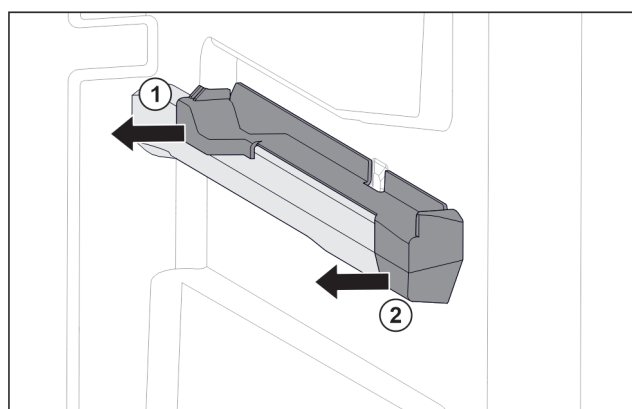

Fig. 41 Natični nastavek na desnemu nastavku za posodo
- ▶ Natični nastavek zadaj izvlecite v stran. Fig. 41 (1)
- ▶ Natični nastavek spredaj izvlecite v stran. Fig. 41 (2)